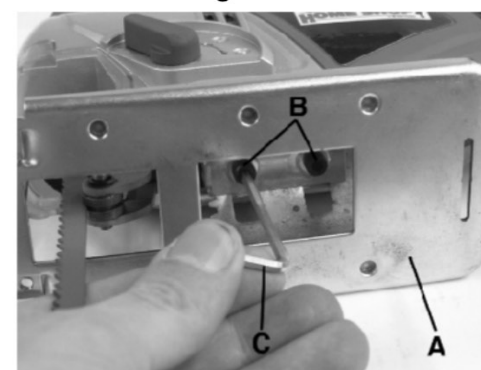
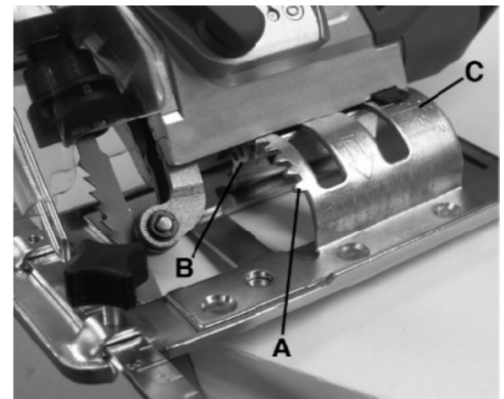

Figure 8
Figure 9
Con la base inclinable (A), Fig. 8, puede realizar cortes en bisel en cualquier ángulo entre 0° y 45° (izquierda o derecha). Afloje ambos tornillos de cabeza (B) en la parte inferior de la sierra caladora usando la llave hexagonal suministrada (C).
Una vez aflojados los tornillos de cabeza (B), Fig. 8, mueva la base inclinable ligeramente hacia atrás para desenganchar los engranajes de ajuste del ángulo (A), Fig. 9, del soporte de los engranajes (B). Utilizando la escala (C) como referencia, incline la base hasta obtener el ángulo de bisel deseado y vuelva a enganchar los engranajes. Vuelva a apretar los tornillos de cabeza (B), Fig. 8, para fijar la base inclinable.